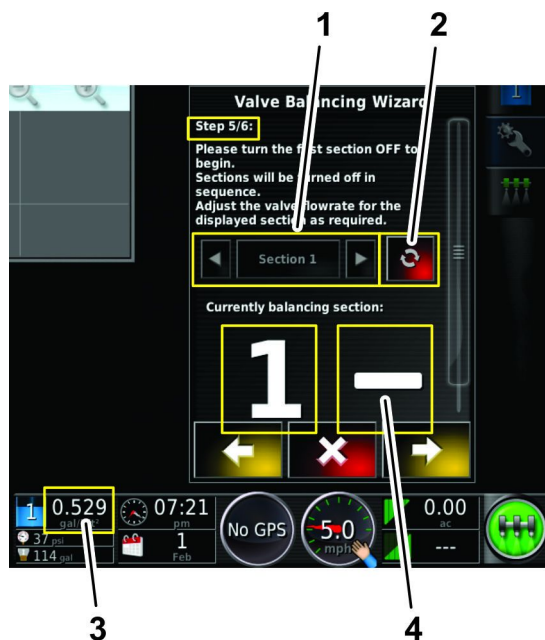

Рисунок 56
- Норма внесения для клапана секции слишком высокая (Рисунок 56).
- A. Нажмите на значок «Вкл./Выкл.» секции (Рисунок 56), чтобы выключить клапан секции (красный).